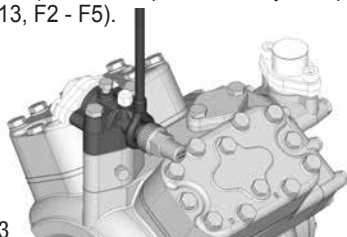
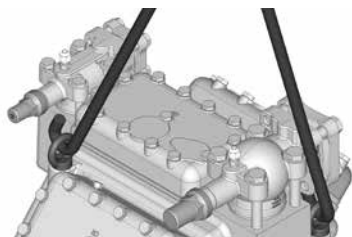

Рис. 13
Рис. 14
- Возможность транспортировки и подвешивания на транспортной петле (рис. 14, F14 - F16) или непосредственно у запорного вентиля на линии нагнетания (рис. 13, F2 - F5).